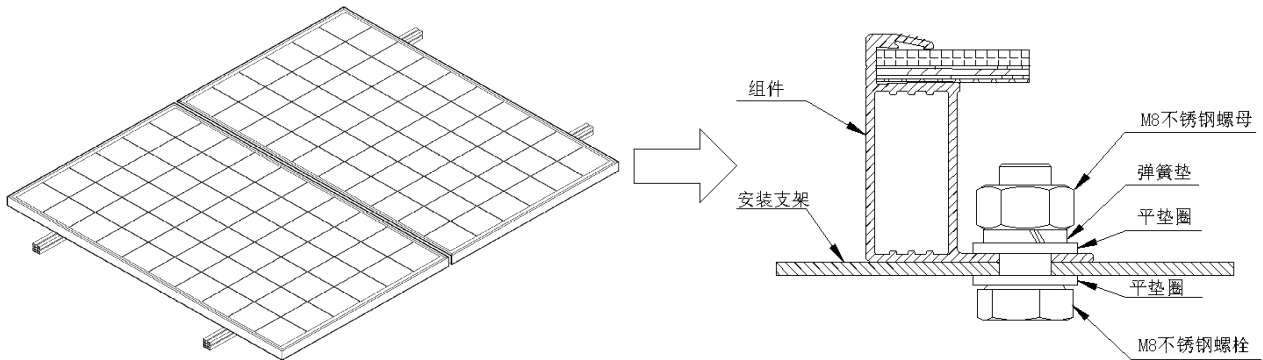

图 5 安装孔安装
- 安装孔安装：使用抗腐蚀的 M8 螺栓，通过组件边框上的安装孔与安装支架固定，如图 5 所示；